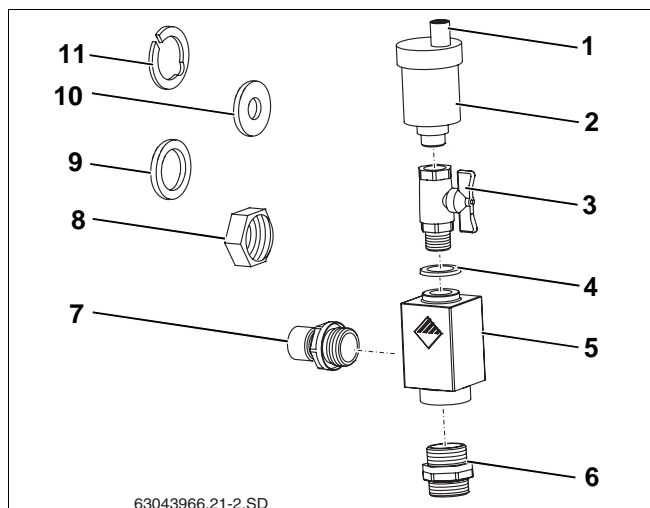

Bild 59 Universal avluftarsats
Via den öppnade skruvsnäckan avluftas solvärmesystemet. Eftersom ingen fukt får tränga in i solvärmesystemet via den öppnade skruvsnäckan måste väderskyddskåpan (bild 59, **pos. 1**) alltid sitta på skruvsnäckan under drift.
Leveransinnehåll universal avluftarsats (fig. 59):